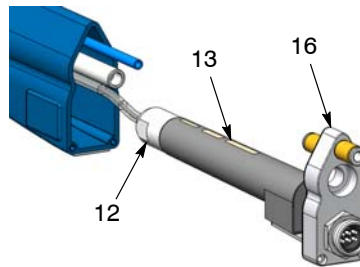

Fig. 38 Extraction du multiplicateur hors du boîtier
7. Voir la figure 38. Tirer le dissipateur thermique (16) auquel est fixé le multiplicateur (13) hors du boîtier jusqu'à ce que l'écrou du multiplicateur (12) soit accessible.